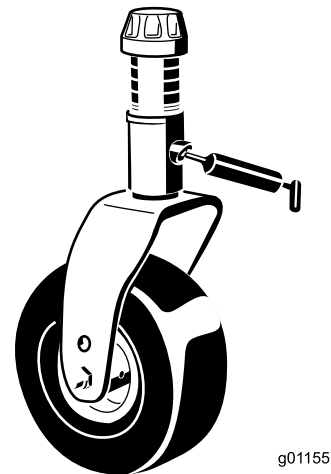

Figura 67
- 2 casquillos del eje de la horquilla de la rueda giratoria (Figura 67)